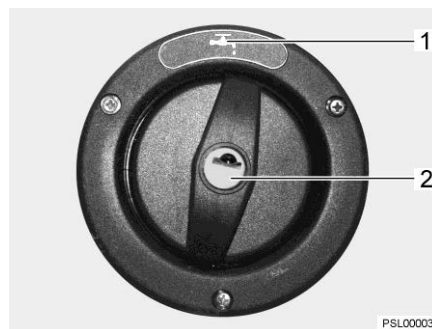

Bild 81 Verschlussdeckel für Trinkwasser-Einfüllstutzen
- ▷ Der Trinkwasser-Einfüllstutzen ist mit dem Symbol "☕" (Bild 81,1) gekennzeichnet.
- ▷ Das Öffnen und Schließen des Verschlussdeckels (Bild 81,2) ist in Abschnitt 11.2 beschrieben.